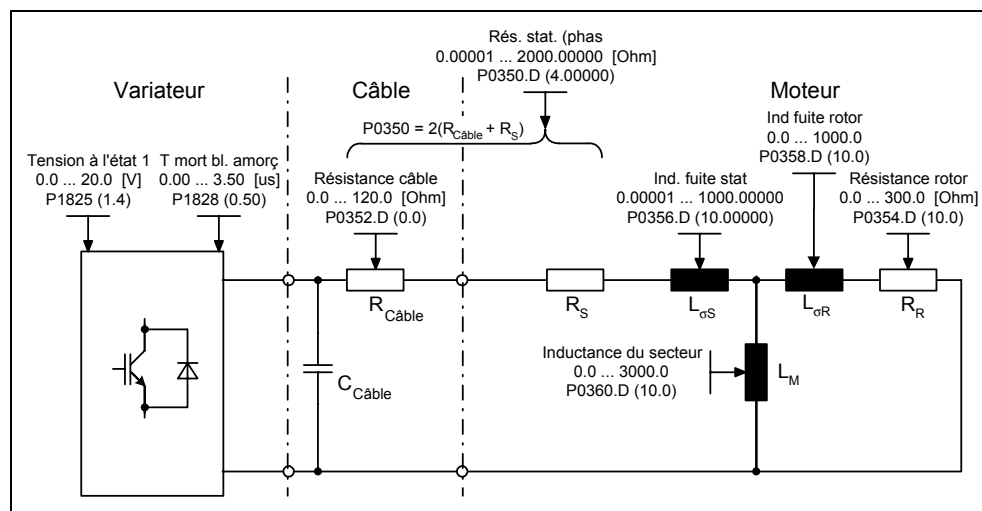

Figure 3-26 Schéma équivalent
Le calcul des paramètres internes du moteur / de régulation est déclenché par le paramètre P0340 ou indirectement par les paramètres P3900 (voir chap. 3.5.2) ou P1910 (voir chap. 3.5.5). La fonctionnalité du paramètre P0340 peut notamment être utilisée lorsque les paramètres du schéma équivalent (voir Figure 3-26) ou les moments d'inertie sont connus. Les réglages possibles du paramètre p0340 sont décrits dans le Tableau 3-8. Les paramètres qui seront calculés pour les différents réglages sont indiqués dans le Tableau 3-9.
- Paramètres du schéma équivalent (voir Figure 3-26) → P1910 = 1
Si l'identification du moteur est effectuée pour la première fois, P1910 = 1 déclenche la détermination des données suivantes à partir des données de la plaque signalétique (caractéristiques assignées) (voir Figure 3-26) :
Outre les paramètres du schéma équivalent, l'identification du moteur (P1910 = 3) permet de déterminer la courbe de magnétisation du moteur (voir Figure 3-26). Si l'ensemble variateur-moteur doit fonctionner dans la zone d'affaiblissement de flux, il faut déterminer cette caractéristique, en particulier pour le contrôle vectoriel. Grâce à cette courbe de magnétisation, le MICROMASTER peut calculer le courant générateur de flux avec plus de précision dans la zone d'affaiblissement de flux et obtenir ainsi une précision de couple plus élevée.